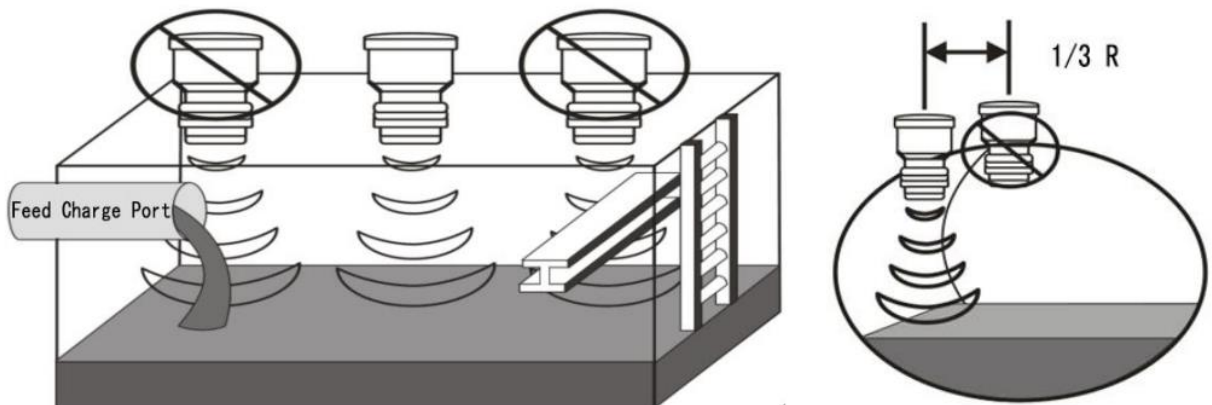

Рисунок 1
6.1.1 Датчик следует размещать там, где нет препятствий между эмиссионными поверхностями и измеряемой жидкостью, и он также должен находиться далеко от горловины. Рисунок 1.